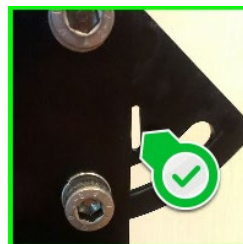

Figura 10: angolo di basculamento 45°
5. Orientare il supporto n°2 (e il radar) in direzione del marciapiede finché non appare il riferimento (Figura 10).
- L'**orientamento** deve essere effettuato verso il marciapiede su cui è fissato il palo d'installazione. Se il palo è a destra dei veicoli fermi alla linea di arresto, l'orientamento avviene a destra di fronte al radar (Figura 10 & Figura 11). Se il semaforo è a sinistra dei veicoli, l'orientamento avviene a sinistra (Figura 12, vista frontale, Figura 13, vista posteriore).